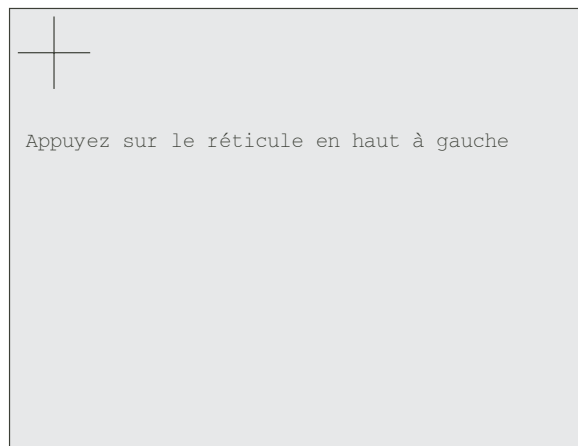

Figure B1.4.1 Écran d'étalonnage initial
1. Appuyez sur la touche « Étalonnage écran tactile » pour faire apparaître la première page de réglage d'écran, voir figure B1.4.1.